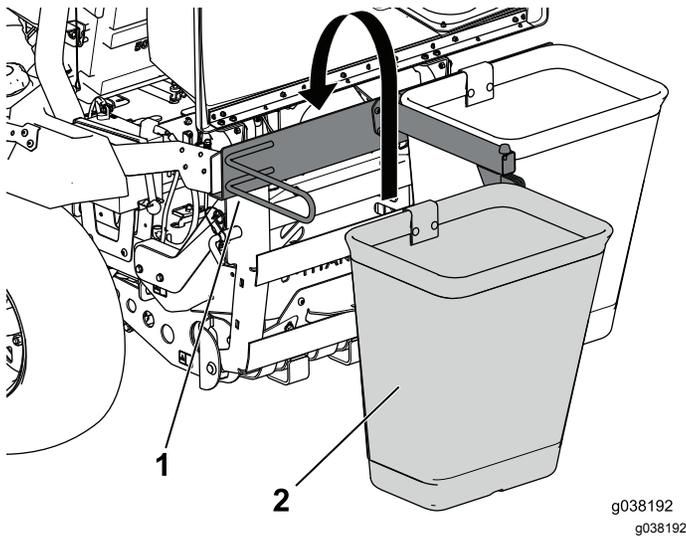

Figura 19
1. Enganche la bolsa en el bastidor del ensacador (Figura 19).